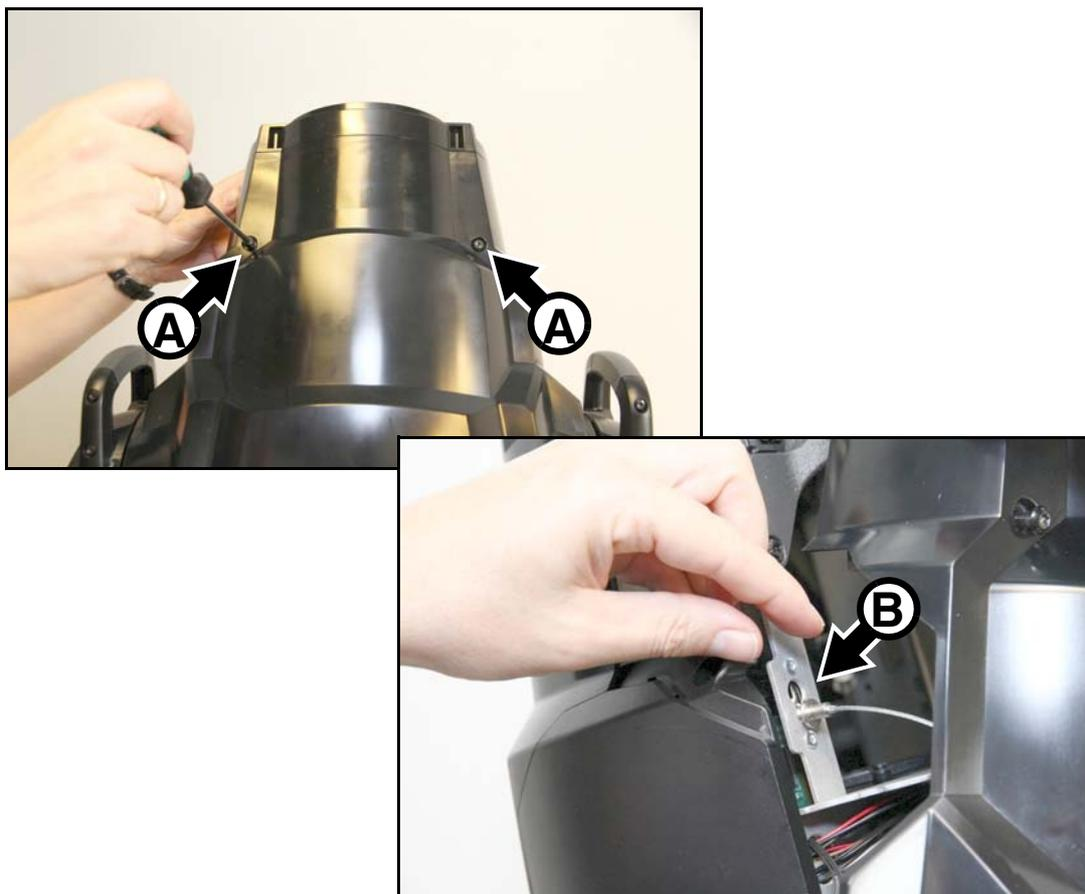

Bild 9: Zugriff auf den Kopf
2. Siehe Bild 9. Lösen Sie beide Schnellverschlüsse **A** (Torx 25). Heben Sie die Abdeckung an der Vorderseite etwas an und ziehen Sie die Abdeckung etwas nach vorne, bis sich die Abdeckung vom Kopf löst.
4. Für den einfachen Zugriff auf die Komponenten des Kopfes kippen die Frontlinse leicht nach unten (siehe Bild 9). Verriegeln Sie in dieser Position die Tiltsperr.
1. Siehe Bild 9. Drücken Sie den Halter B des Sicherungsseils der Kopfabdeckung in das Montageloch und schieben Sie den Halter nach außen, bis er einrastet.